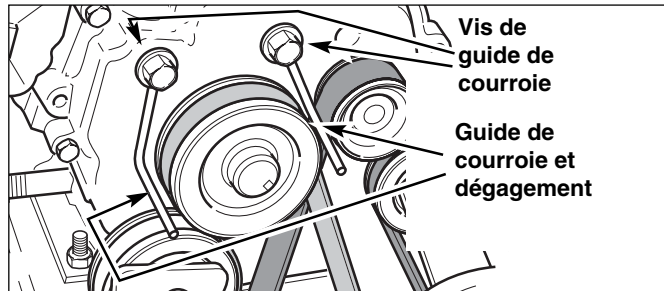

Figure 25. Réglage du guide de courroie de la vis sans fin (modèles récents)
1. La commande de fraise étant toujours complètement enfoncée, régler le(s) guide(s) de courroie de fraise de manière à ce qu'il y ait un espacement de $1/64'' / 0,4$ mm ($1/32'' / 0,8$ mm maximum) entre le guide et la courroie (Figure 25), en s'assurant que le guide n'exerce PAS de pression sur la courroie.
2. En veillant à NE PAS déplacer le guide de courroie de fraise, serrer la vis du guide de courroie de fraise (Figure 25) pour fixer le guide.
3. Vérifier le réglage du (des) guide(s) de courroie de fraise (Figure 25) pour vérifier que l'espacement entre la courroie et le(s) guide(s) est correct.
4. Desserrer le guide de courroie de la vis sans fin et sortir la courroie de la poulie du moteur en l'écartant de la poulie de tension (Voir Figure 25).